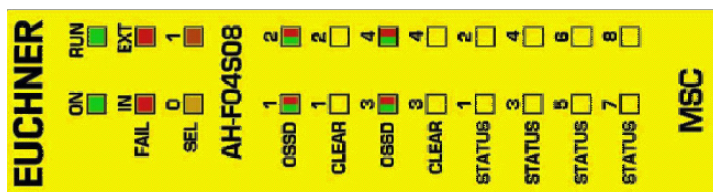

Figure 27 :
8.3.15. Module AH-FO4S08 (Figure 27)